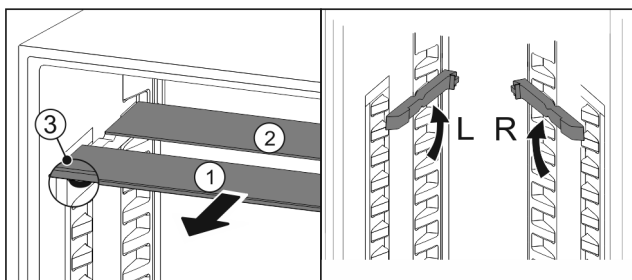

Fig. 87
- ▶ Skleněné desky jednotlivě vytáhněte dopředu Fig. 87 (1).
- ▶ Skleněná deska Fig. 87 (1) s ozdobnou lištou leží vpředu.
- ▶ Zářezky Fig. 87 (3) směřují dolů.